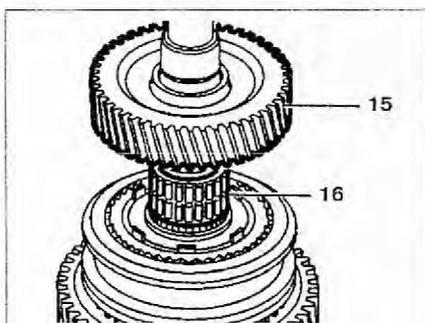

Рис. 4.30. Снимите шестерню 15 2-й передачи и игольчатый подшипник 16.
10. Снимите шестерню 15 2-й передачи и игольчатый подшипник 16 (рис. 4.30).